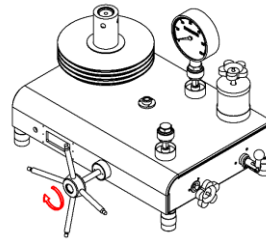

图 10
- ③ 再用调压器加压，当液晶显示数值为“0.0mm”附近时读数（如图 10）。